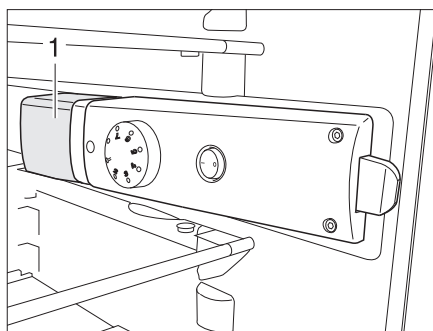

Bild 366 Kylskåpsbelysning
- Ta tag underifrån i lampans skydd (Bild 366,1) och lyft den ca. 3 mm.